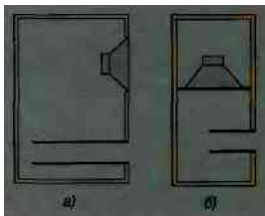

Рис. 1. а) ящик с фазоинвертором б) простейший полосовой резонатор
К. К. Действительно, ящик с фазоинверсным приспособлением (рис. 1а) является "природным" акустическим фильтром нижних частот. Ведь, как мы уже писали ранее, труба фазоинвертора, акустически прозрачная для басов, становится все большим и большим препятствием по мере увеличения частоты.
Придавав такой дополнительный ящик-резонатор к любой АС, например к закрытому ящику, мы получим простейший полосовой резонатор (рис. 1б).
- а) типичную конструкцию **полосового резонатора** (рис. 1б);